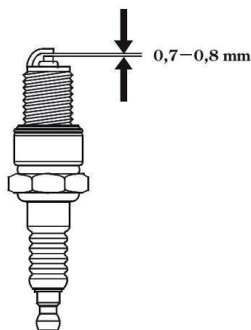

рис.10
6.2 Свеча зажигания см. рис.10
- рекомендуется проверить величину межэлектродного зазора, который должен составлять 0,7-0,8 мм. При существенном отклонении величины зазора от указанной, необходимо его отрегулировать (восстановить) или заменить свечу (см. рис.10);